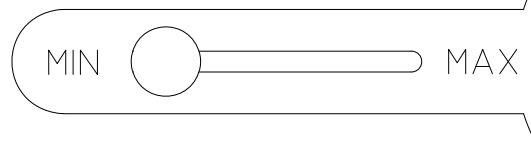

fig. 7
- Per attivare la funzione ANTIGELO, spostare la manopola "A" (fig. 1) (fig. 7) e selezionate la potenza di riscaldamento ruotando la manopola "B".
- To activate FROST-PROTECTION function, move knob "A" (fig. 1) (fig. 7) and select the heating power by turning knob "B".
- Pour activer la fonction ANTIGEL, move la molette "A" (fig. 1) (fig. 7) et sélectionner la puissance de chauffage en tournant la molette "B".